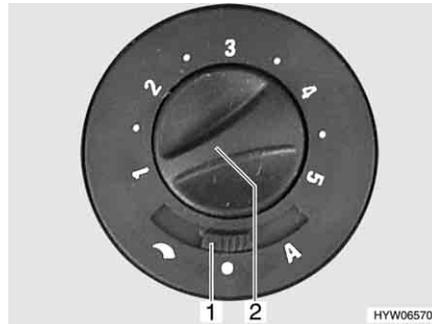

Bild 128 Bedienschalter für Umluftgebläse
- Den Schiebeschalter (Bild 128,1) auf "☾" (Handregelung) oder "A" (Automatikbetrieb) stellen.
- Mit dem Drehknopf (Bild 128,2) die gewünschte Leistung des Umluftgebläses einstellen (Handregelung) oder begrenzen (Automatikbetrieb).
- Den Schiebeschalter (Bild 128,1) auf "●" (Aus) stellen.